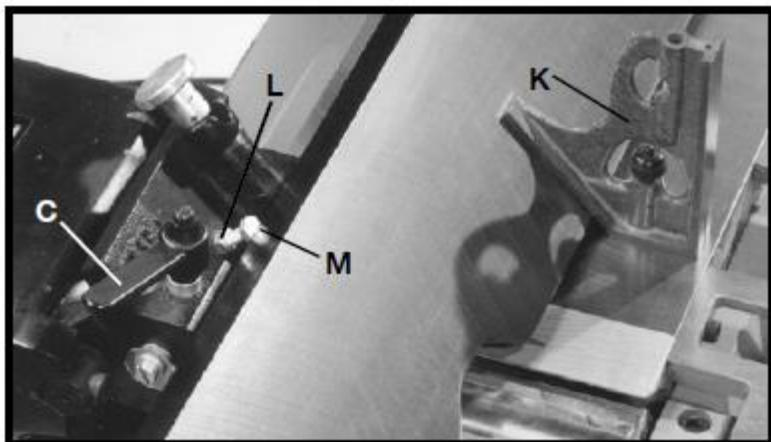

Рис. 34
5. Наклонить параллельный упор как можно дальше вперёд, с помощью комбинированного угольника (К), рис. 34, проверить, составляет ли угол наклона параллельного упора  $45^\circ$ , как показано на рисунке. При необходимости в регулировке ослабить фиксирующую рукоятку (С), рис. 34, контргайку (Л), и поворачивать регулировочный винт (М) до тех пор, пока угол наклона параллельного упора со столом не составит  $45^\circ$ . Затем затянуть контргайку (Л) и фиксирующую рукоятку (С).